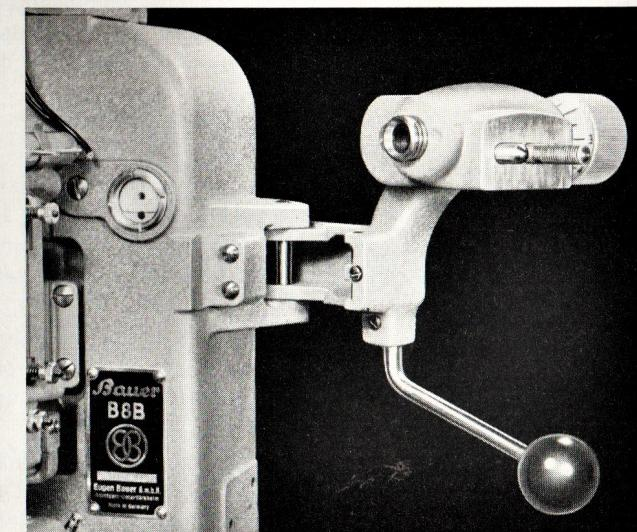

Abb. 25 Objektivhalter ohne Auswechselfassungen
- dem eigentlichen Objektivhalter (Abb. 25) (durch Scharnierbolzen mit dem Werk verbunden, siehe Abbildung),